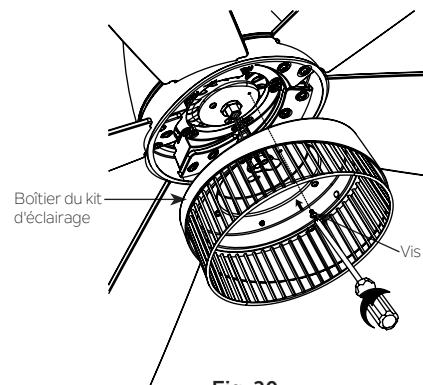

Fig. 20
Étape 2: Placez les deux fentes du boîtier du commutateur sur les deux vis préalablement desserrées de la plaque de montage. Faites tourner le boîtier du commutateur jusqu'à ce qu'il se verrouille en place à l'extrémité étroite des trous de serrure. Fixez-le en serrant les 2 vis précédemment desserrées et celle précédemment retirée. (Fig. 20)